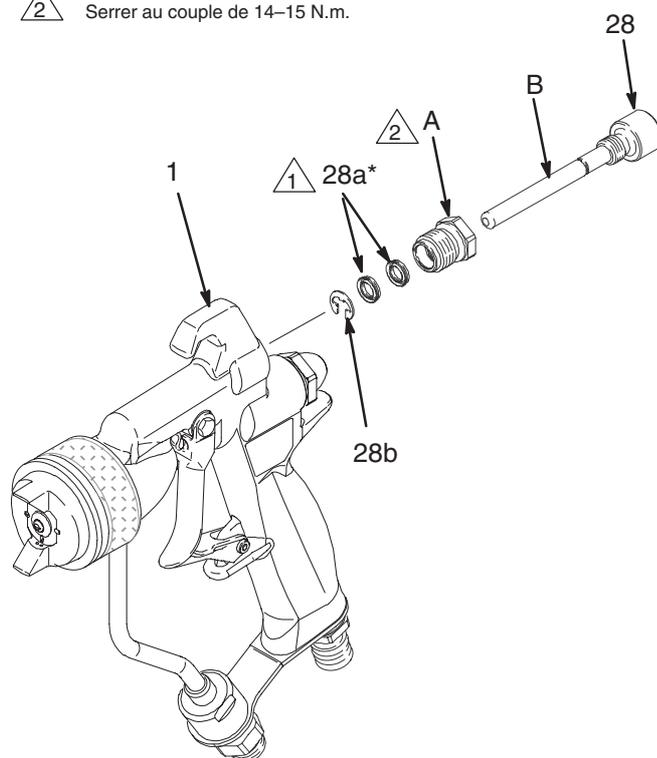

Fig. 19
2. Dévisser l'écrou de presse-étoupe de la vanne de projection (A) à l'arrière du corps du pistolet (1). Faire coulisser la vanne (28) hors du corps du pistolet. Voir Fig. 19.
3. Enlever la bague d'arrêt (28b) de la tige de la vanne de projection (B). Enlever avec précaution les deux joints en U (28a) de l'écrou de presse-étoupe (A). Attention de ne pas endommager la surface d'étanchéité de la gorge des joints.
4. Mettre les joints en U (28a*) dans l'écrou de presse-étoupe (A) avec les lèvres des joints en U tournées vers l'extérieur de l'écrou, en direction du corps du pistolet (1).
5. Remonter la vanne de projection (28) dans le corps du pistolet (1). Visser l'écrou de presse-étoupe (A) sur le corps du pistolet. Serrer à 14–15 N.m.